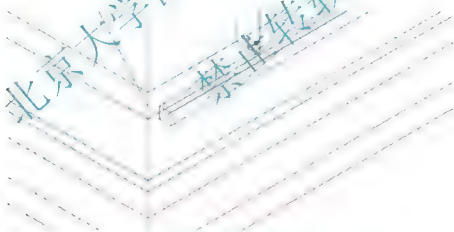

图 6.65 向 Z 轴正方向移动 120mm 后的窗台线
- ① 启动【移动】命令（快捷键 M）。
- ② 在选择对象：提示下，选择刚才建立的窗台线模型。
- ③ 在指定基点或 [位移(D)] < 位移 >：提示下，在绘图区域单击任意一点作为移动的基点。
- ④ 在指定基点或 [位移(D)] < 位移 >：提示下，指定第二个点或 < 使用第一个点作为位移 >：提示下，输入 “@0, 0, 120”，表示将窗台线模型向 Z 轴正方向移动 120mm，结果如图 6.65 所示。